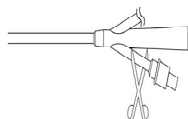

図 1
- (1)針なしのシリンジをバルブに装着し、インフレーションルーメンに滅菌水を追加注入し、ポンピング操作を行う。
- (2)(1)で改善されない場合、インフレーションファネルを切断する (図 1)。